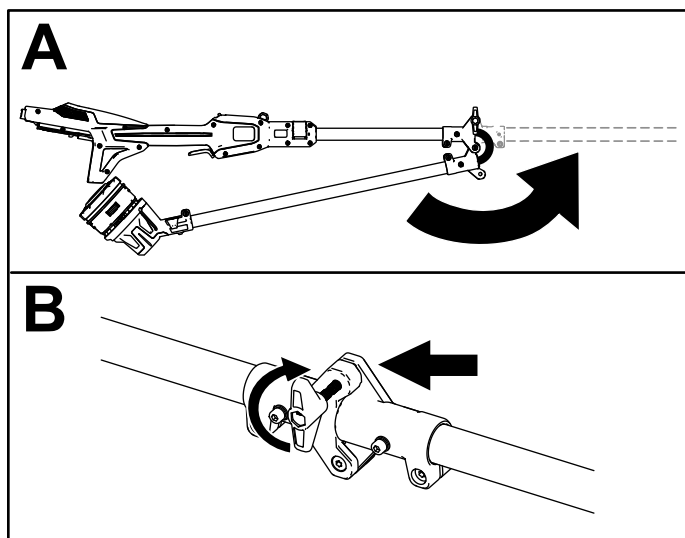

Figura 3
1. Despliegue el eje (Figura 3, A).
2. Apriete el pomo del acoplador para conectar las secciones del mango (Figura 3, B).